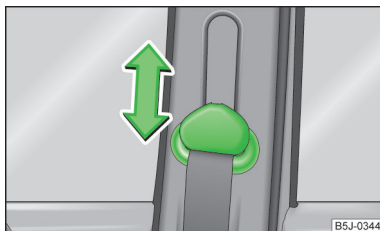

Fig. 111
- Poussez sur la ferrure de renvoi dans la direction souhaitée, vers le haut ou vers le bas » fig. 111.